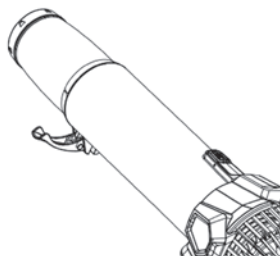

Рис. 4
1. Отсоедините защелку сопла (рис. 4).